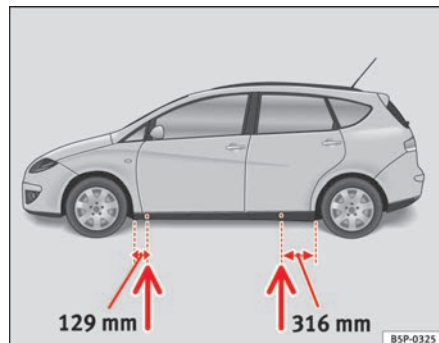

Fig. 178 Punti di appoggio per il cric
- Applicare il cric al longherone inferiore del veicolo nel punto di appoggio più vicino alla ruota da sostituire ⇒ fig. 178.
Sul montante inferiore sono segnati i punti a cui applicare il cric ⇒ fig. 178. È previsto un punto per ogni ruota. Non collocare il cric su di altri punti.